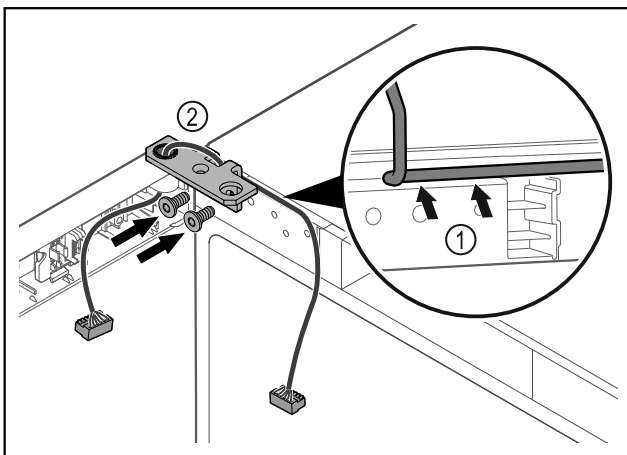

Fig. 44
- Introdurre il cavo nel foro della cerniera angolare e posarlo con cautela Fig. 44 (1).
- Avvitare la cerniera angolare Fig. 44 (2).